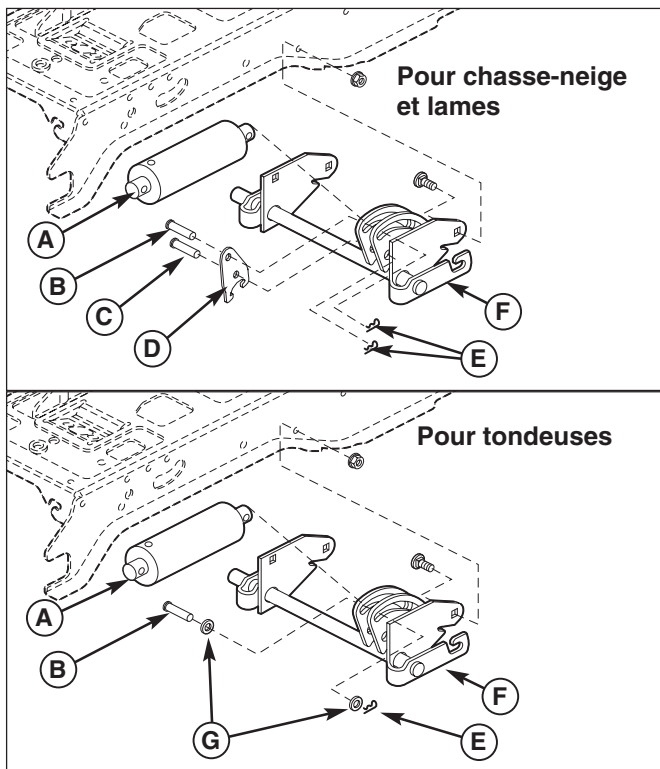

Figure 21. Plaque de verrouillage du levage – Modèles de levage hydraulique
Lorsque vous utilisez un chasse-neige ou une lame, la plaque de verrouillage de la pression vers le bas (D, Figure 21) et une goupille supplémentaire (C) sont ajoutées. Ces pièces sont incluses avec l'accessoire. Remarquez que les rondelles (G) ne sont pas utilisées avec la plaque de verrouillage.